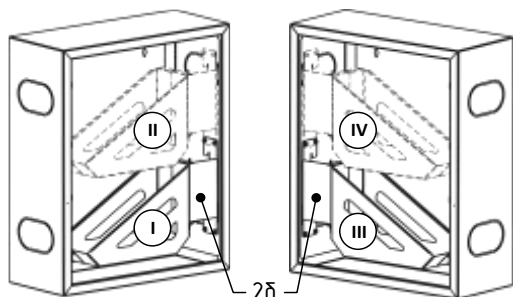

Рис. 4. Рукавная кассета Исп.2
4.4. Рукавная кассета исп.2, для шкафов ШП-К1-О2, ШП-К2 и ШП-К2-О2 на кронштейне, показана на рис.4.
- Отсоедините кронштейн кассеты (рис.4, поз.2б), открутив фиксирующие его четыре болта М5.
- Переставьте кронштейн кассеты (рис.4) с учетом стороны открывания дверцы